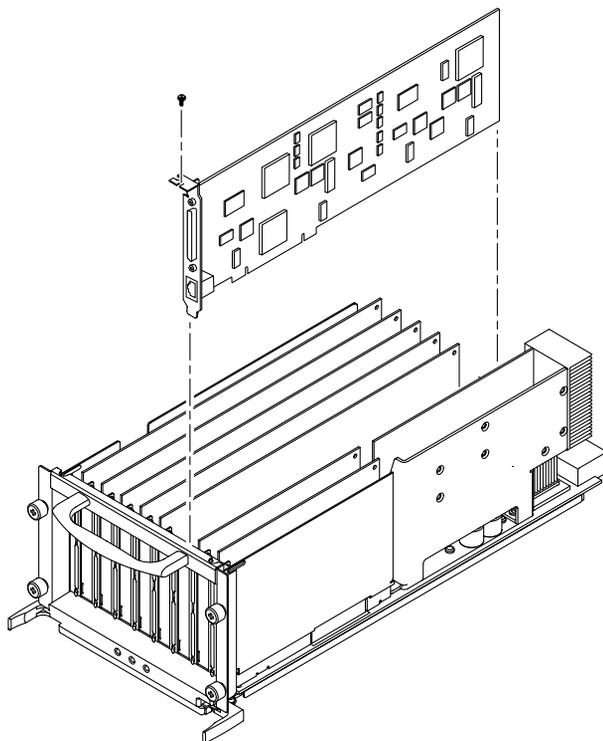

図 9-4 I/O アセンブリからの PCI カードの取り外し
3. プラスのねじを外して PCI カードを取り外し、スロットから PCI カードを引き出します (図 9-4)。